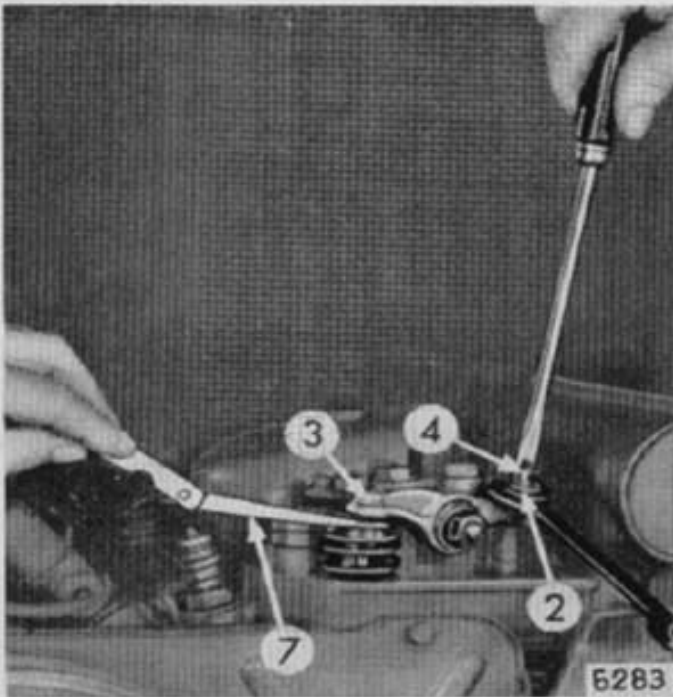
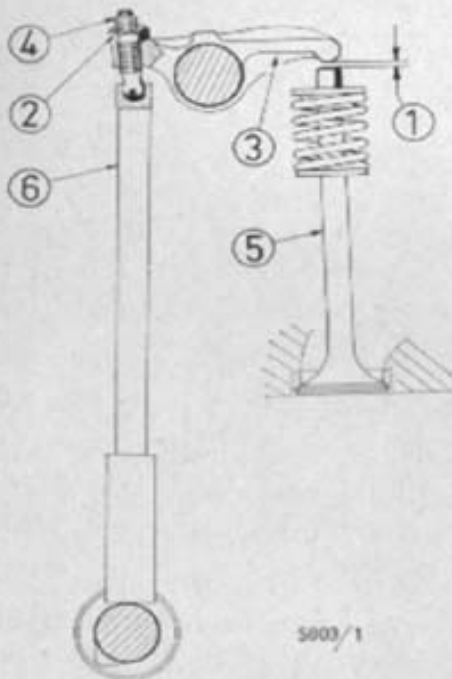

Bild 24
Bild 25
8.5 Ventilspiel prüfen *) (Bild 24).
Bei jedem Motorölwechsel ist bei **kalt**em Motor das Ventilspiel mit einer Fühllehre (Spion) 7 von 0,1 und 0,15 mm Dicke zu prüfen. Hierzu ist die Kurbelwelle so zu drehen, daß beide Ventile eines Zylinders geschlossen sind, das heißt, daß sich die Stoßstangen 6 der zu prüfenden Ventile leicht mit dem Finger drehen lassen. In den vorhandenen Spalt 1 (Bild 25) zwischen Kipphebel 3 und Ventil 5 muß sich nun die Fühllehre 7 (Bild 24) von 0,1 mm Dicke am Einlaßventil und von 0,15 mm Dicke am Auslaßventil **e b e n** einschieben lassen. Ist dieser Spalt 1 zu eng oder zu weit, dann Gegenmutter 2 um ca. 1 bis 2 Umdrehungen lösen und die Einstellschraube 4 mit einem Schraubenzieher so regulieren, daß bei wieder angezogener Gegenmutter 2 die Fühllehre 7 sich ohne Widerstand herausziehen läßt.